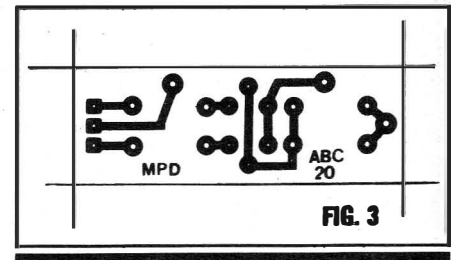

FIG. 3
- **FIG. 3 - LAY OUT DO CIRCUITO IMPRESSO ESPECÍFICO** - A plaquinha, pequena e de desenho ultra-simples, não oferece a menor dificuldade na sua realização, desde que o Leitor/“Aluno” já tenha um mínimo de prática no assunto... Usando-se as técnicas e métodos já “tradicionais” de confecção, o Circuito Impresso poderá ser realizado em menos de 1 hora... O importante mesmo é (como sempre...) conferir muito bem, ao final, verificando se não sobram “curtos” ou falhas que podem (devem...), ser facilmente corrigidos antes de se inserir e soldar os terminais de componentes...